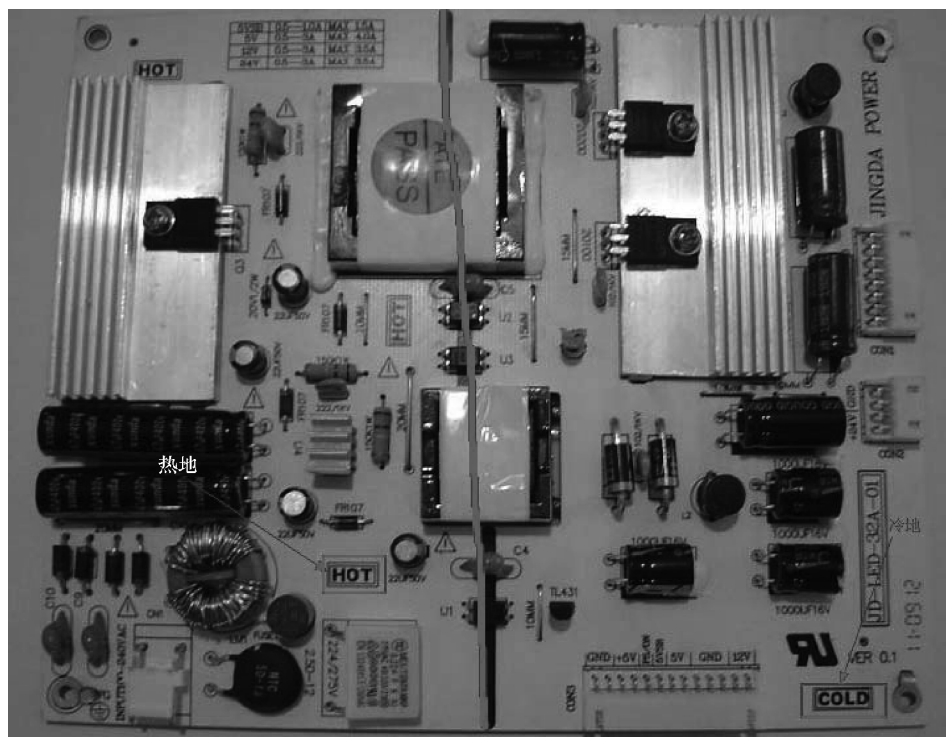

图 3-8 开关电源热地与冷地示意图
① 在检修开关电源无电压输出故障时，由于主整流滤波电路中的大滤波电容器两端的电压放电较慢，因此在采用万用表测量电路时，应先对这类电容器进行放电，以防带电的电容器对人机造成安全隐患。具体方法是：用一只大功率、小电阻值的电阻器（例如线绕电阻器）并接在需放电电容器的两端，一段时间后即可取下并接的电阻器，然后再进行测量。
② 在测量开关电源变压器一次电路及其之前的电路时，应选择热地，即开关电源变压器一次侧之前的地线作为参考地线；在测量开关电源变压器二次电路及其之后的电路时，应选择冷地，热地与冷地之间的跨接元器件有光耦合器、开关电源变压器、耦合电容等元器件（见图 3-8）。即开关电源变压器二次侧之后的地线作为参考地线。